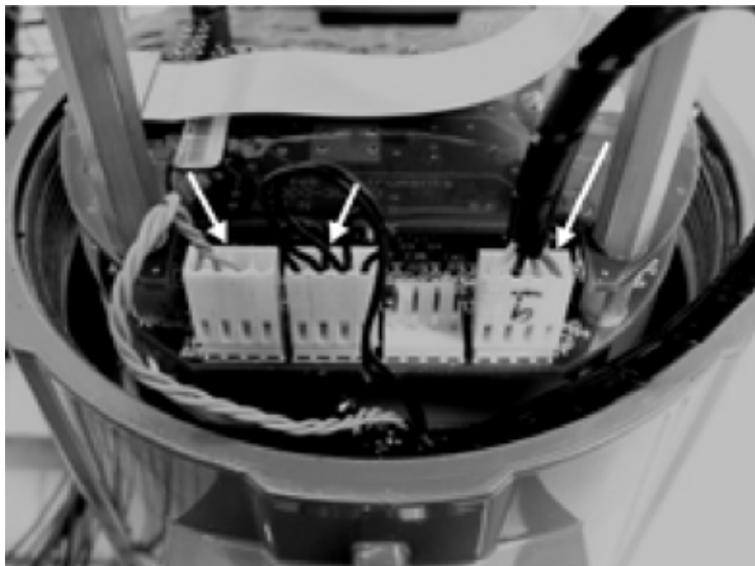

Fig. 52 - Connexions de la pile du capteur électronique
3. Localiser les faisceaux de capteurs qui sortent du col du débitmètre et se fixent sur les cartes de circuit imprimé. Noter l'emplacement de chaque connexion de capteur. Voir figures 52 et 53. La connexion du capteur de la turbine est à gauche, la connexion de la sonde de température (si présente) est la deuxième à gauche, et la connexion du capteur de pression (si présent) est le connecteur le plus à droite. Utilisez une petite pince pour retirer les connecteurs de câblage du capteur des cartes de circuit imprimé.